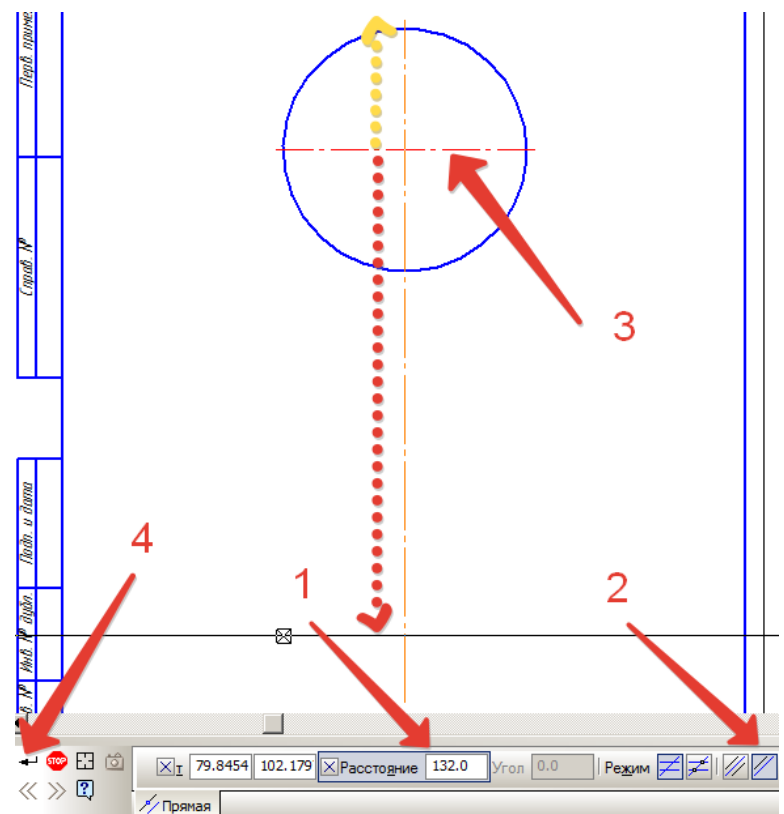

Рисунок 2.6
Допоміжні лінії не є видимими лініями при друкуванні. Хід побудови паралельної прямої представлений на рис. 2.6.
2. Обираємо побудову тільки однієї паралельної лінії (за замовчуванням будується два можливих варіанта відносно базової лінії (червона і жовта пунктирні лінії на рис. 2.6), якщо необхідна лише одна з них (як, наприклад, червона), то один раз «клікаємо» лівою кнопкою миші на необхідній паралелі, після її побудови зупиняємо команду, необхідна лінія прокреслиться, інша (яка була фантомом – жовта пунктирна) зникне).